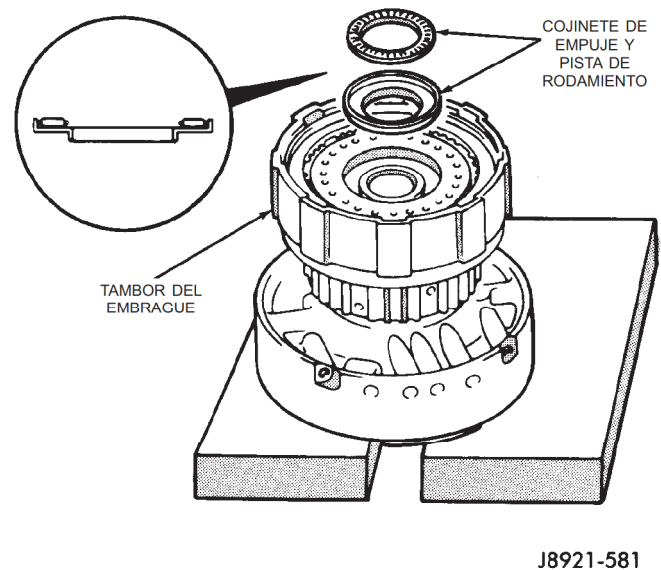

Fig. 254 Instalación del cojinete de empuje y la pista de rodamiento
(13) Lubrique la pista de rodamiento y el cojinete con vaselina e instálelos en el tambor del embrague (Fig. 254). Asegúrese de que los rodillos de cojinete miren hacia arriba y que el borde de la pista de rodamiento se asiente en el tambor como se indica.